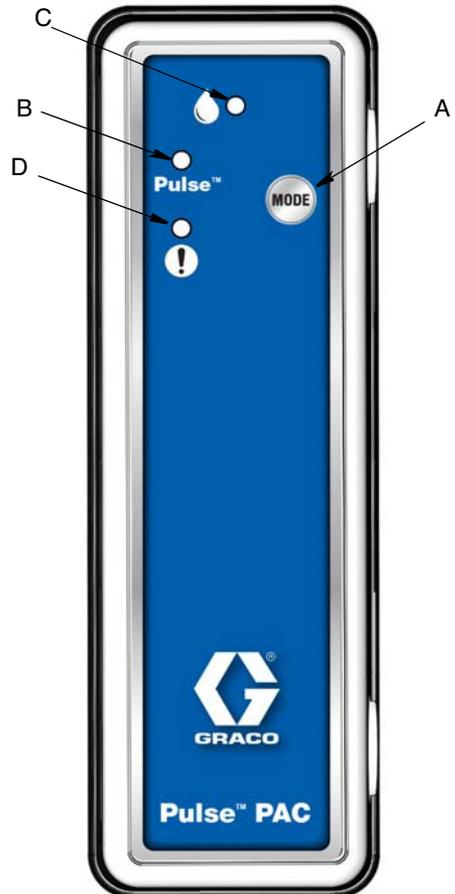

ABB. 13
3. PLS ans Netz anschließen. (Rote Lampe (D) leuchtet auf.) 30 Sekunden warten. (Blaue Lampe (B) leuchtet auf.) (ABB. 13)
4. An der PLS die Mode-Taste (A) 5 Sekunden lang gedrückt halten. (ABB. 13). (Grüne Lampe (C) leuchtet auf. Blaue Lampe (B) und Rote Lampe (D) erlischen.)
5. Mode-Taste (A) erneut 5 Sekunden lang gedrückt halten und dann loslassen (ABB. 13). (Grüne Lampe (C) leuchtet weiter. Blaue Lampe (B) und Rote Lampe (D) leuchten auf.)
6. 5 bis 10 Sekunden warten (Grüne Lampe (C) erlischt. Blaue Lampe (B) beginnt zu blinken. (Rote Lampe (D) leuchtet weiter.)
7. Sobald die Blaue Lampe (B) aufhört zu blinken und zu blauem Dauerlicht wechselt, ist die PLS-Registrierungssequenz abgeschlossen (1 bis 3 Minuten) (ABB. 13). (Rote Lampe (D) leuchtet weiter.)
9. 1 bis 3 Minuten warten, bis die Rote Lampe (D) ausgeht. Die PLS ist jetzt konfiguriert.
MODE-Taste (A) 5 Sekunden gedrückt halten, (ABB. 13) um Pulse oder Work Off Line Modus auszuwählen.